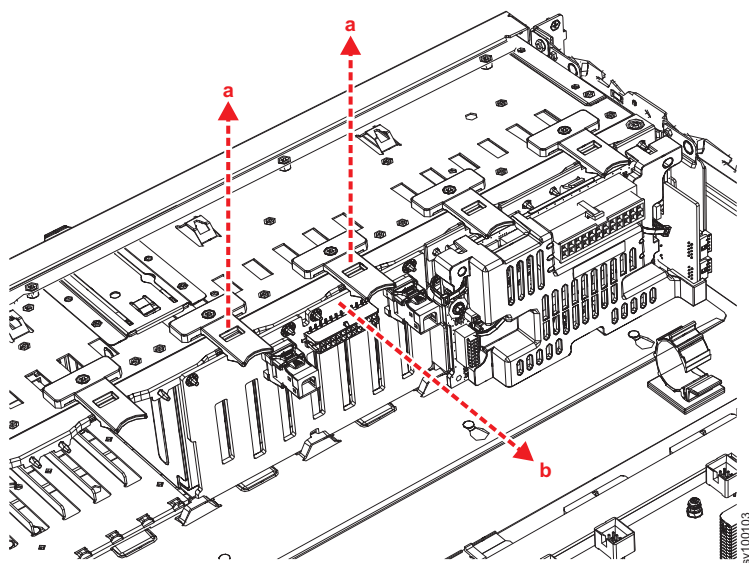

図 133. 2145-SV1 SATA ドライブ・バックプレーンの取り外し
8. 172 ページの図 133 に示すように、2 つの前面タブを持ち上げ、ノードの背面の方向にバックプレーン・アセンブリを回転させて、バックプレーン・アセンブリを取り外します。